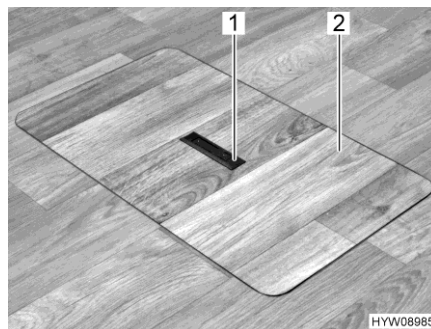
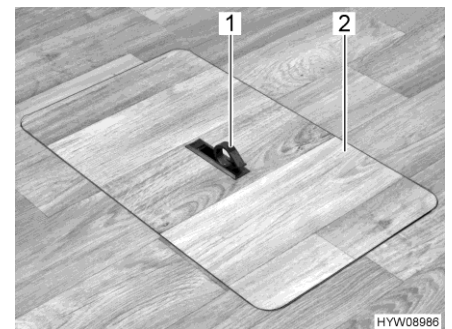

Bild 81 Abdeckung Bodenstaufach (Griff versenkt)
Bild 82 Abdeckung Bodenstaufach (Griff herausgeschwenkt)
- Auf einer Seite Griffplatte (Bild 81,1) nach unten drücken. Der Griff (Bild 82,1) schwenkt nach oben.
- Abdeckung (Bild 82,2) nach oben abnehmen.
- Abdeckung (Bild 82,2) in den Rahmen im Boden einsetzen.